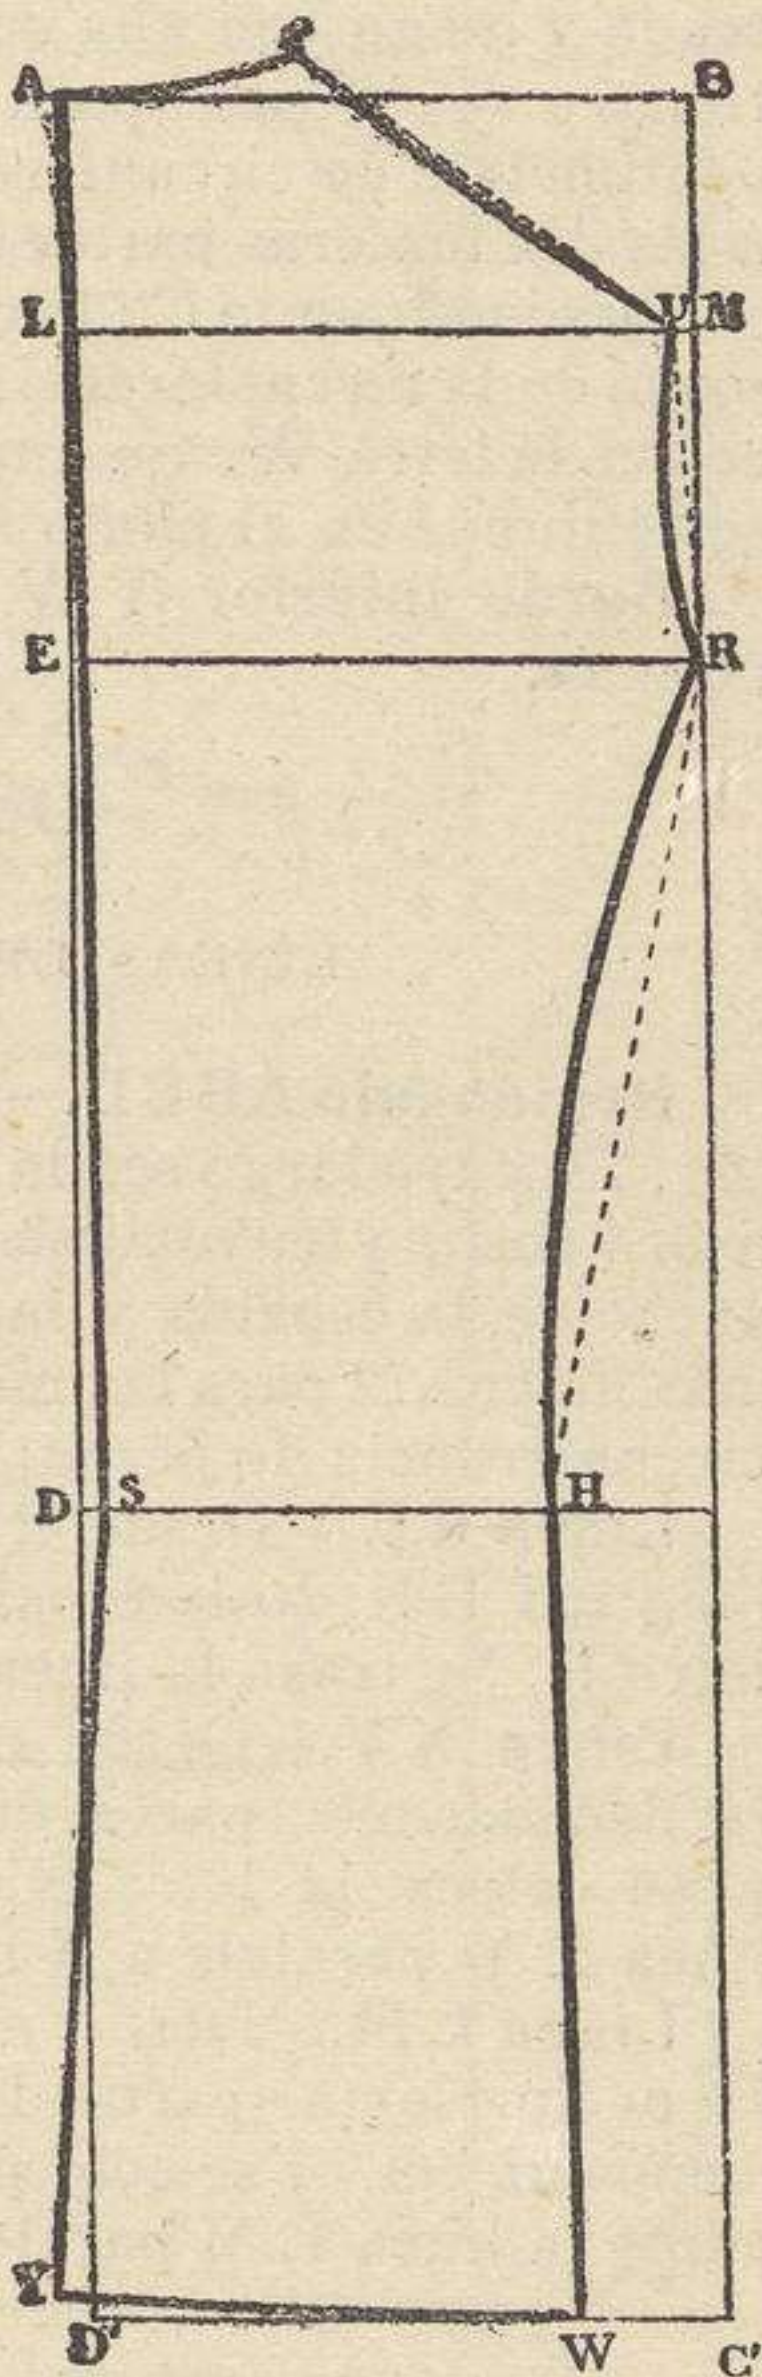

Fig. 72
**Rectángulo A B C' D'.**—Se traza un rectángulo A B C' D' (fig. 72) que tenga de largo la segunda longitud de la espalda, y de ancho el medio ancho de la espalda más un cm.